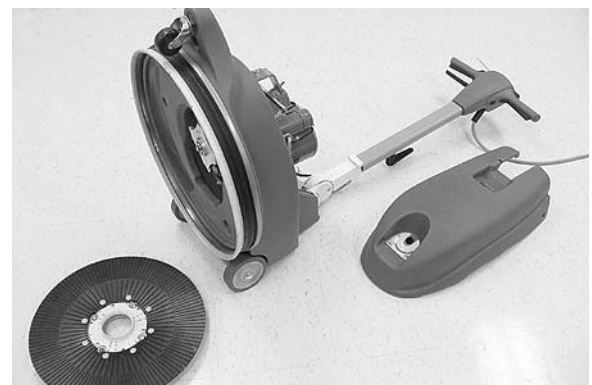

ABB. 13
1. Entfernen Sie den Scheibenantrieb und die Motorabdeckung von der Maschine (Abbildung 13).